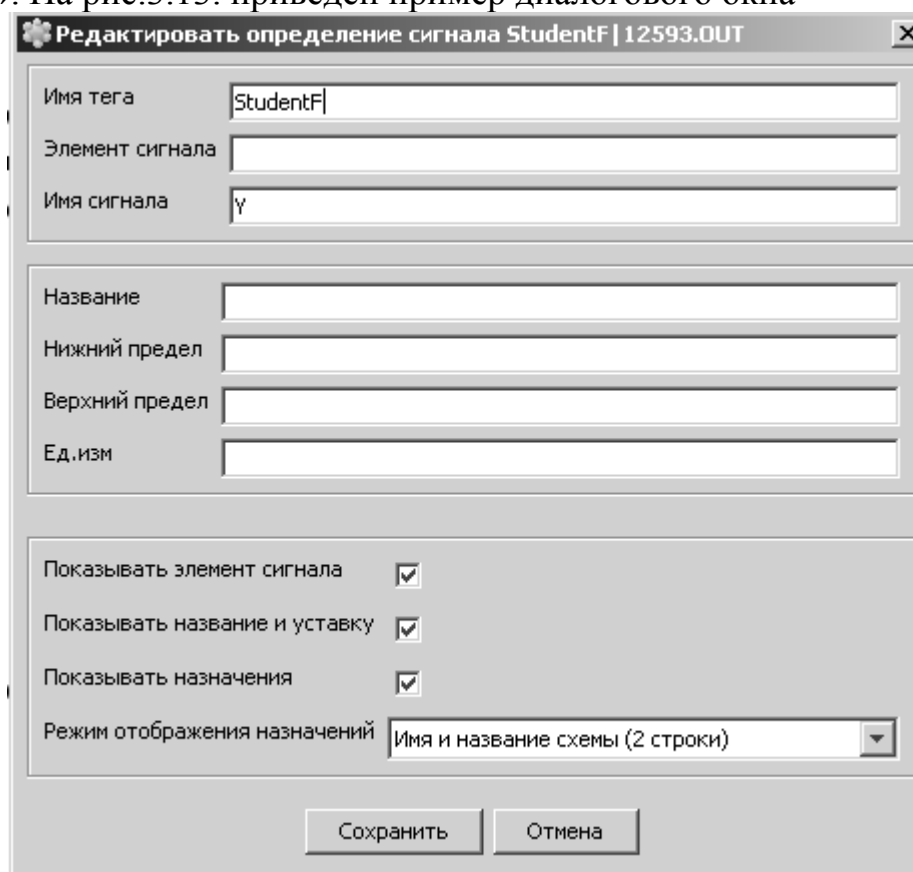

Рис.3.13. Диалоговое окно «Редактировать определение сигнала»
3. Откроется диалоговое окно **«Редактировать определение сигнала»**. На рис.3.13. приведен пример диалогового окна